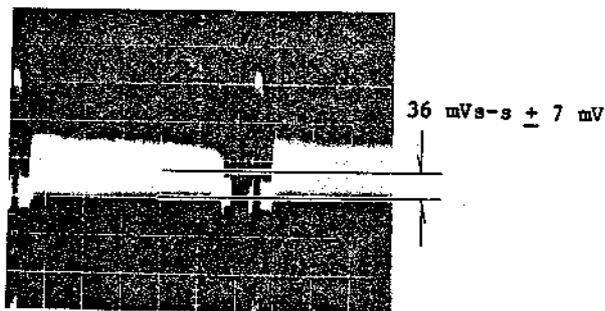

Abb. 4-10 Schwarzbalance/Y-Einstellung
8. Den Y SETUP Regler (RM1101-5) auf $36 \text{ mV} \pm 7 \text{ mV}$ von der Austastung bis zur Mitte der Wellenform abgleichen (siehe Abb. 4-10).
9. Den Y SETUP Regler (RM1101-5) auf $36 \text{ mV} \pm 7 \text{ mV}$ von der Austastung bis zur Mitte der Wellenform abgleichen (siehe Abb. 4-10).